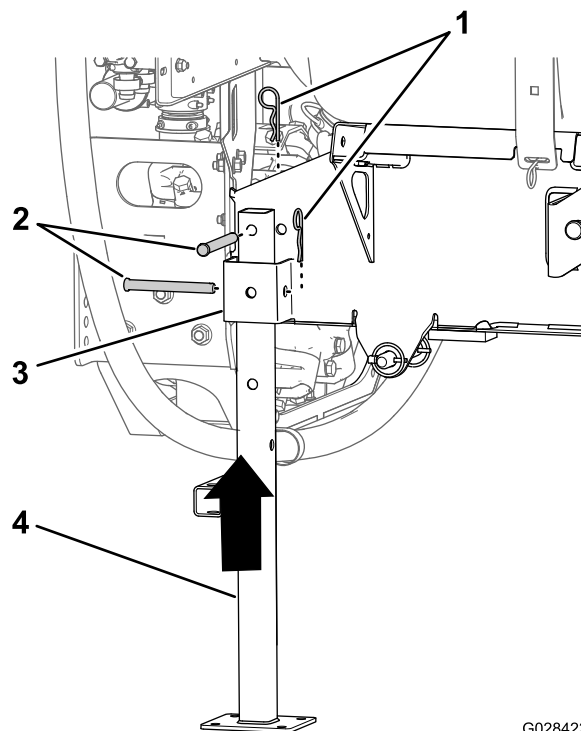

**Figura 135**
- Alinee el soporte fijo delantero con el receptor del soporte fijo de la parte delantera del depósito (Figura 135).
- Inserte el soporte fijo en el receptor hasta que el orificio central del tubo del soporte fijo horizontal esté alineado con el orificio de la parte superior del receptor (Figura 135).
- Enrosque un pomo de bloqueo en el receptor y apriételo a mano (Figura 135).